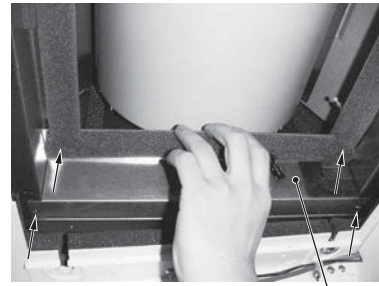

図24 昇降キット電気品箱カバー
- (1) 昇降キット電気品箱カバーの取付ネジ：4本を取外し、電気品箱カバーを取外してください。(図24)